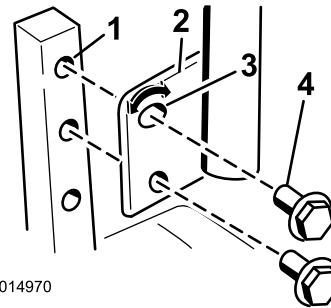

Figure 25
1. Enlevez les 2 boulons et les 2 rondelles qui fixent le levier de commande à l'arbre du bras de commande (Figure 25).
2. Placez le levier de commande dans la série de trous suivante. Fixez le levier avec les 2 boulons et les 2 rondelles (Figure 25).